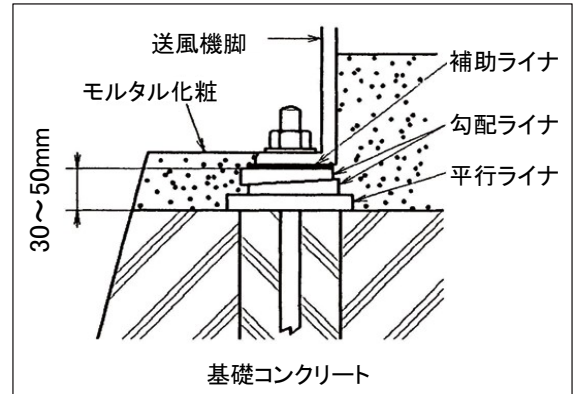

図 3 ライナ配置例
- (3) 平行ライナ 1 枚と勾配ライナ 2 枚を図 3 に示すように送風機の基礎ボルト穴の両側に振り分け配置してください。必要に応じて補助ライナ(厚さ 3mm 以上)を使用してください。基礎ボルト間の距離が 1m を超える場合はさらにその間にライナを設置してください。
- (4) 送風機ベースをライナに乗せ、基礎ボルトを送風機ベースの基礎ボルト穴に通して、箱抜き穴内に垂下げさせてください。